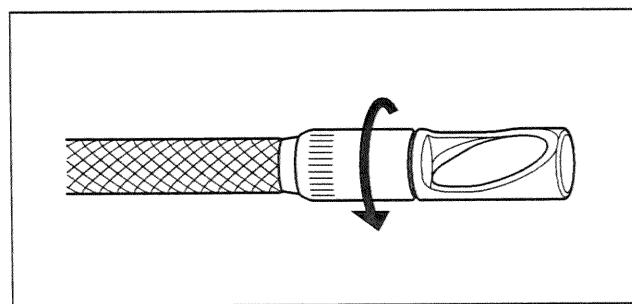

図 3.15
4. スコープ本体に対して軽く押し込みながら側視ミラーアダプターのナットを時計回りに回して第2ねじ部を接続ねじ部に取り付けます。ナットは確実に止まるまで締め付けます（図 3.15 参照）。